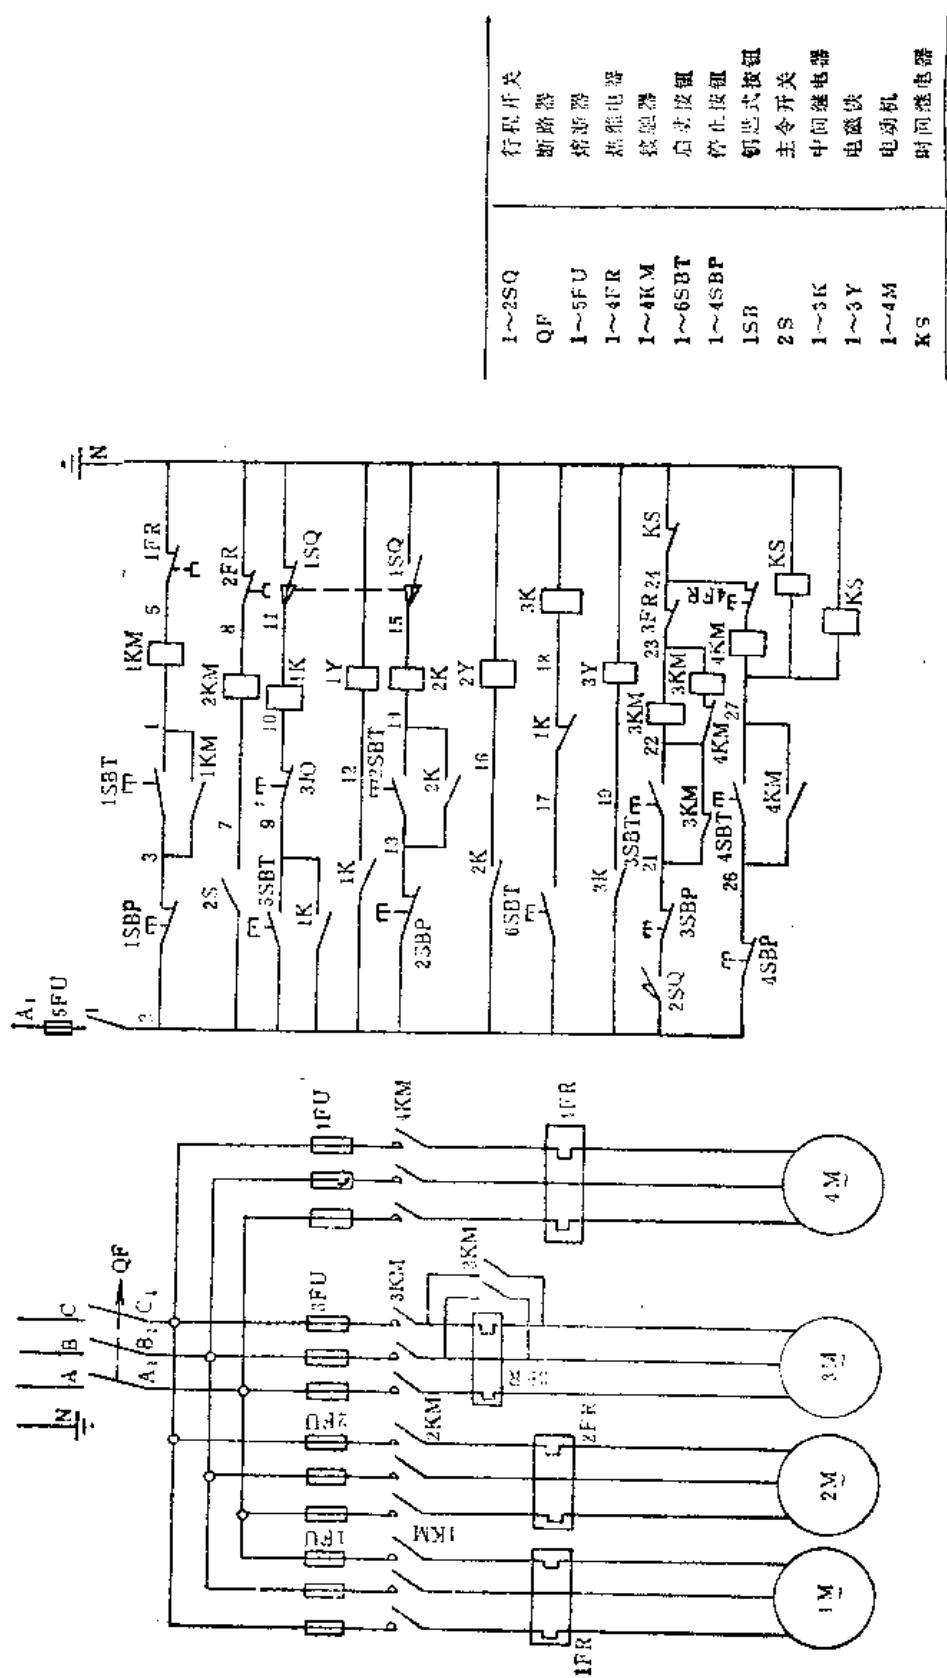

图5-3-2 电气原理图
① 检查全部电气系统，做到接线正确（图5-3-2）。各元件无损后合上电气总断路器QF接通电源，并接通控制电路1S。